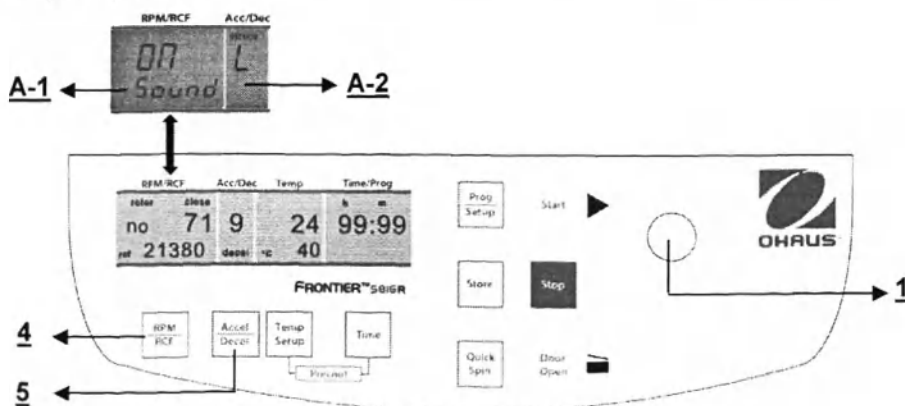

Рис. 32
Для входа в данный режим программирования выполните действия, описанные в пункте 4.1.1, после чего нажмите кнопку **«Accel/Decel»** (5). На дисплее **«Acc/Dec»** (A-2) замигает надпись **«Service»**. С помощью кнопки регулировки (1) выберите букву **«L»**. На дисплее **«RPM | RCF»** (4) высветится надпись **«On Sound»**. Нажмите кнопку **«RPM | RCF»** (4), подождите пока загорится надпись **«On»**. Затем отключите звуковой сигнал с помощью кнопки регулировки (1) (см. рис. 32). После сохранения настроек (см. п. 4.1.1) можно вернуться в обычный режим программирования, выключив центрифугу на некоторое время.